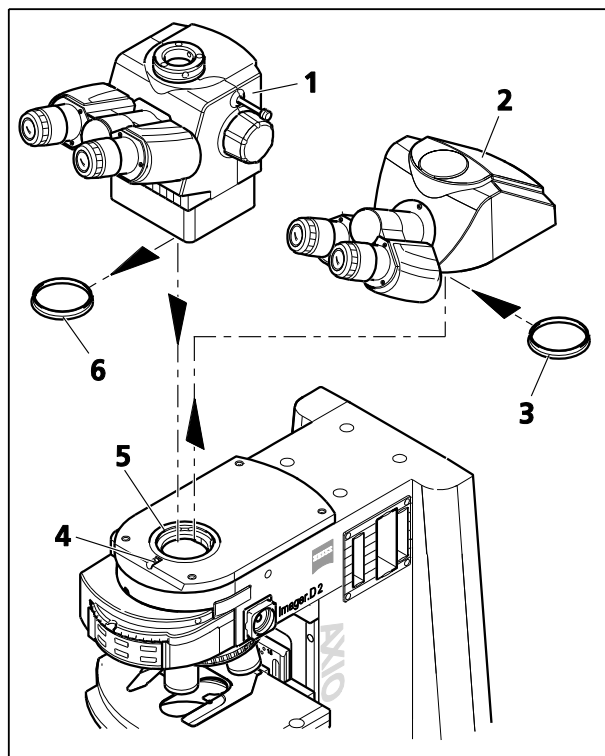

Fig. 10 Changement du tube binoculaire
- Utiliser un tournevis à tête sphérique AF 3 pour desserrer la vis de serrage (Fig. 10/4) et retirer le tube (Fig. 10/2) vers le haut.
- Placer le capuchon anti-poussière (Fig. 10/3) servant à la protection de la lentille tubulaire sur la queue d'aronde du tube binoculaire.
- Retirer les capuchons anti-poussière (Fig. 10/6) du tube souhaité.
- Insérer le tube (Fig. 10/1) avec la queue d'aronde dans l'ouverture du statif (Fig. 10/5) et l'aligner.
- Serrer la vis de serrage (Fig. 10/4).